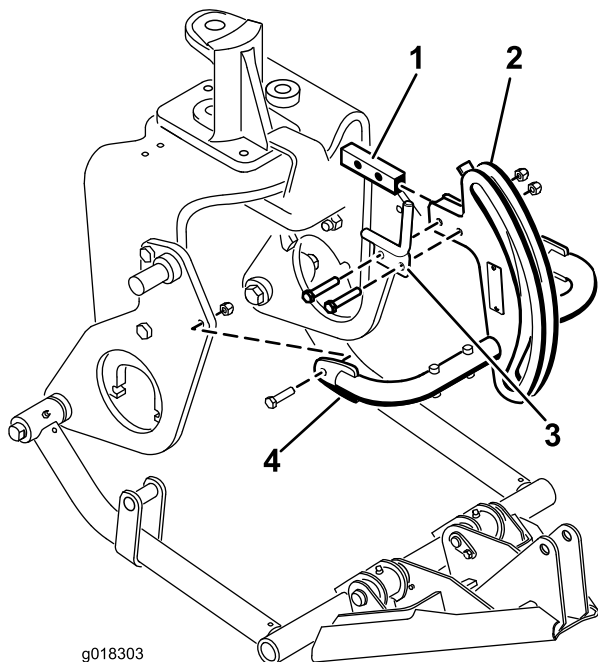

Bild 9
6. Befestigen Sie die Oberseite des Anbauvorrichtungsrahmens und die Schlauchführung mit zwei Schrauben (3/8 x 2 Zoll) und Muttern (Bild 9) an der Halterung des Anbauvorrichtungsrahmens.
an den Befestigungsplatten (Bild 9). Ziehen Sie die Befestigungen an.